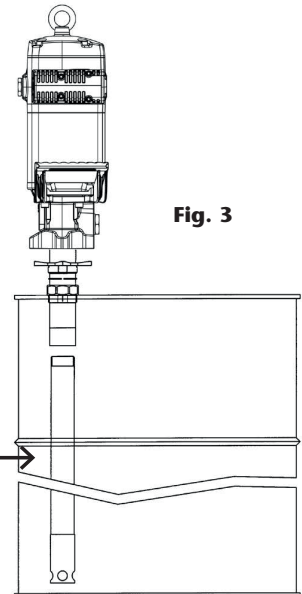

Fig. 3
- Montagem ajustável em tambor ou tanque com adaptador 360006. Enfiar o tubo de extensão correspondente na bomba (ver fig. 3). Enfiar a porca do adaptador ajustável na tampa do tambor/tanque. Inserir o tubo através da porca e fixá-lo com a estrela à altura desejada.